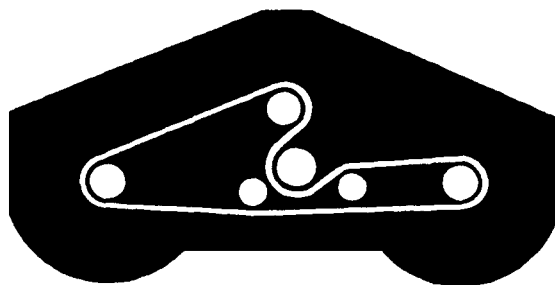

Fig. 14
5. Legg den nye remmen rundt spindelskivene og gjennom løpeskiven som vist på fig. 14.